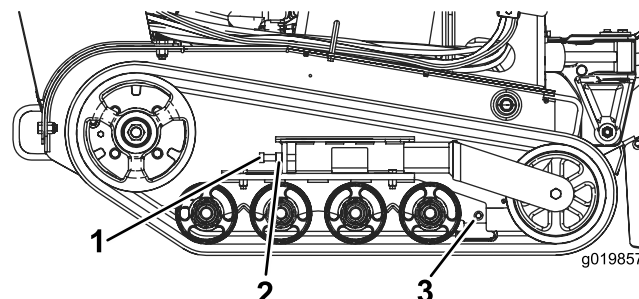

Figura 48
3. Liberte a porca de bloqueio no parafuso de tensificação (Figura 48).
4. Aperte o parafuso de tensificação para 32,5 a 40 N·m para esticar a lagarta (Figura 48).
4. Abra o parafuso de tensionamento e a porca de bloqueio (Figura 48).